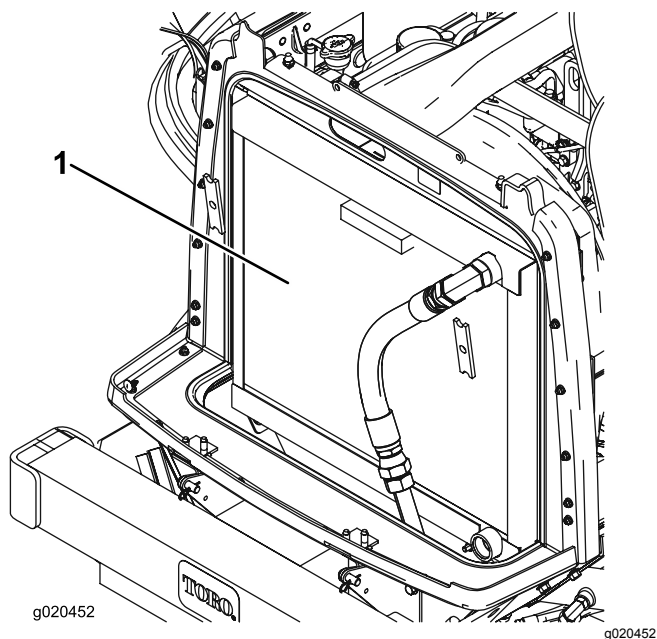

Рисунок 89
3. Тщательно очистите сжатым воздухом область с обеих сторон радиатора и маслоохладителя (Рисунок 89).